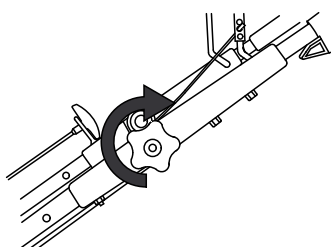

Figura 4
2. Apriete todo lo que pueda el pomo del manillar superior (Figura 4).